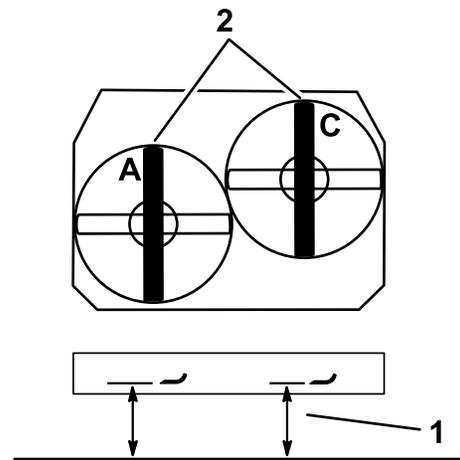

Bild 82
3. Messen Sie das linke Messer an der Stelle **A** von einer ebenen Oberfläche bis zur Schnittkante der Messerspitze und notieren Sie den Wert (Bild 82).
4. Messen Sie das rechte Messer an der Stelle **C** von einer ebenen Oberfläche bis zur Schnittkante der Messerspitze und notieren Sie den Wert (Bild 82).
7. Stellen Sie die Einstellschrauben in den Jochen an den Stellen **A** und **C** ein, um die richtige Höhe zu erhalten (Bild 82).
3. Messen Sie das rechte Messer an der Stelle **C** von einer ebenen Oberfläche bis zur Schnittkante der Messerspitze und notieren Sie den Wert (Bild 82).